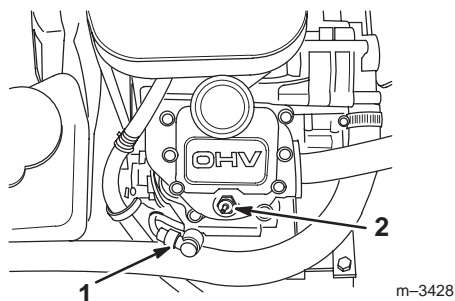

Bild 34
3. Ziehen Sie die Kerzenstecker (Bild 34).
3. Stecken Sie die Zündkerzenstecker wieder auf die Zündkerzen auf (Bild 34).